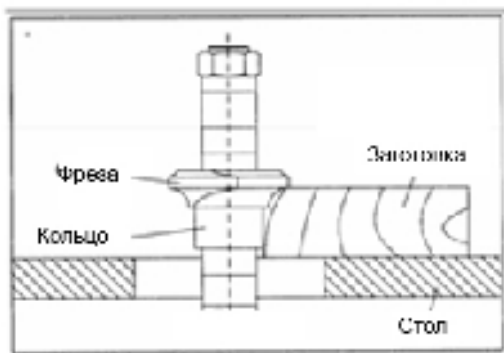

Рис. 4.6
1. При использовании кольца под фрезой, как показано на Рис. 4.6, процесс фрезерования можно контролировать в течение всей операции. Однако, любой случайный подъем заготовки приведет к вырезанию канавки на древесине и разрушению заготовки.